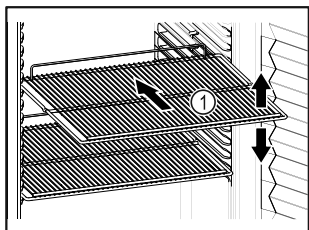

Fig. 57 Ilustratīvs attēlojums
- ❑ Ja novietošanas režģi Fig. 57 (1) ir novirzāmi, pielāgojiet tos pēc augstuma.